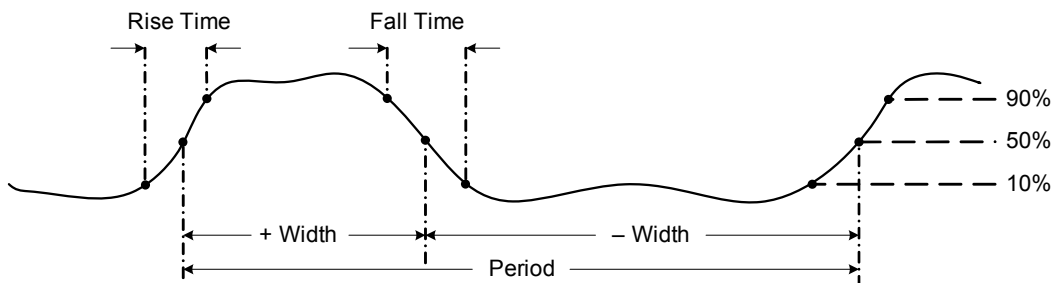

Abbildung 2-25 Frequenzdefinition
- Die Frequenz ist die Anzahl an Zyklen, die ein Signal pro Sekunde abschließt. Die Frequenz ist als $1/\text{Zeitraum}$ definiert. Die Periode ist definiert als die Zeit zwischen den Durchquerungen der mittleren Schwellenwerte von zwei aufeinander folgenden, gleichpolaren Kanten, wie in Abbildung 2-25 gezeigt.